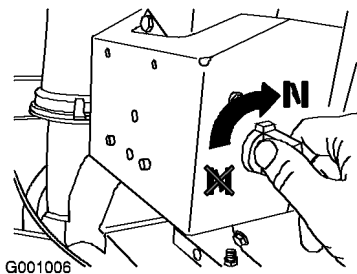

Figura 27
4. Girate lo starter in posizione On (Figura 27).